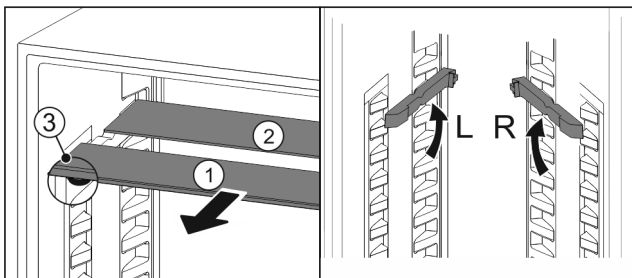

Fig. 23
- ▶ Glasplaten afzonderlijk vanaf de voorkant eruit trekken Fig. 23 (1).
- ▷ Glasplaat Fig. 23 (1) met sierlijst ligt voor.
- ▷ Stops Fig. 23 (3) zijn naar onder gericht.